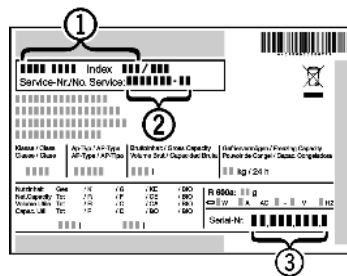

Fig. 24
- ▶ Gerätebezeichnung *Fig. 24 (1)*, Service-Nr. *Fig. 24 (2)* und Serial-Nr. *Fig. 24 (3)* vom Typenschild ablesen. Das Typenschild befindet sich an der linken Geräteinnenseite.
- ▶ Den Kundendienst benachrichtigen und den Fehler, Gerätebezeichnung *Fig. 24 (1)*, Service-Nr. *Fig. 24 (2)* und Serial-Nr. *Fig. 24 (3)* mitteilen.